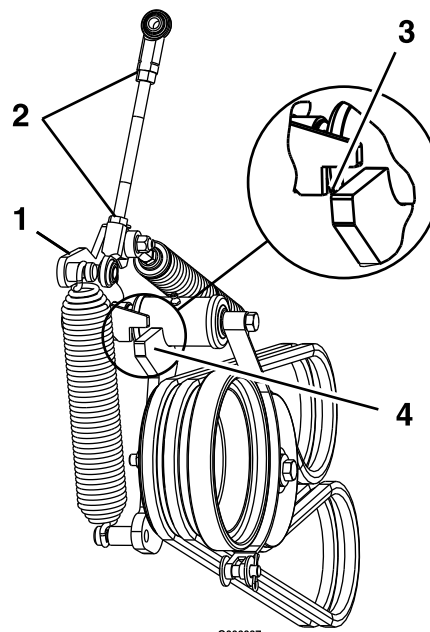

Figure 58
13. Desserrez les écrous de blocage et réglez la tringlerie jusqu'à ce que le haut du bras de renvoi soit aligné sur le bas du cran du bras de tension, comme montré à la Figure 58.